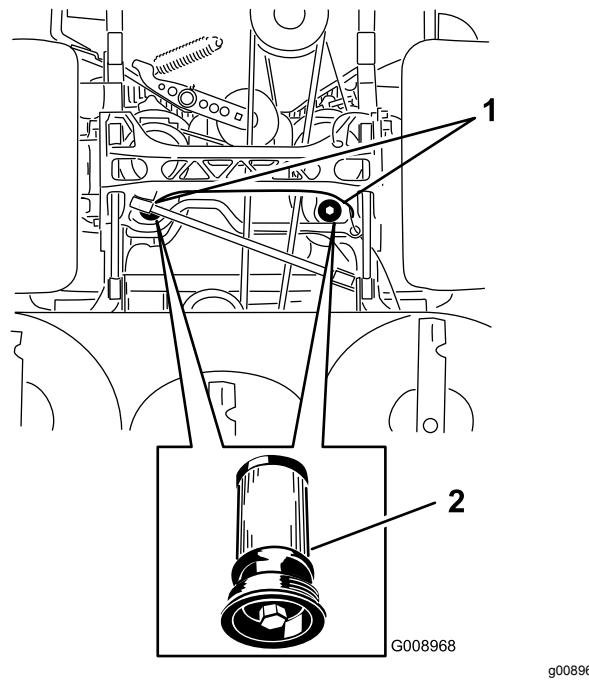

Figura 105
5. Coloque un recipiente debajo del filtro, retire el filtro usado y límpie la superficie (Figura 105).
6. Aplique una capa fina de fluido hidráulico a la junta de goma del filtro nuevo (Figura 105).